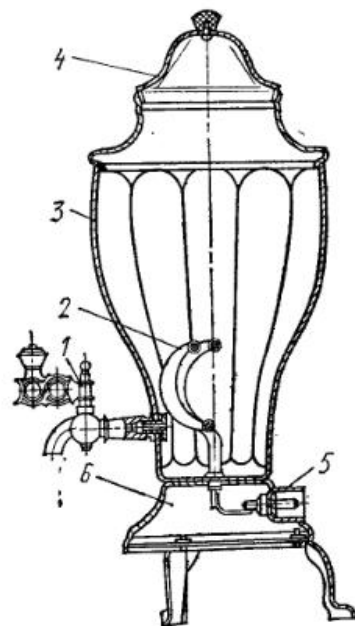

Рис. 11. Электросамовар ЭС-3/1,0М:
**ЭЛЕКТРОСАМОВАРЫ.** Предназначены для кипячения воды в бытовых условиях. Электросамовар представляет собой металлический корпус 3 (рис. 11) с крышкой 4, внутренняя часть которого служит резервуаром для воды. Корпус самовара укреплен на подставке 6 (основании), внутри которой установлена неразборная колодка 5 с запрессованными штекерами. Внутри резервуара расположен трубчатый нагревательный элемент 2 (ТЭН). Для слива воды служит кран 1.